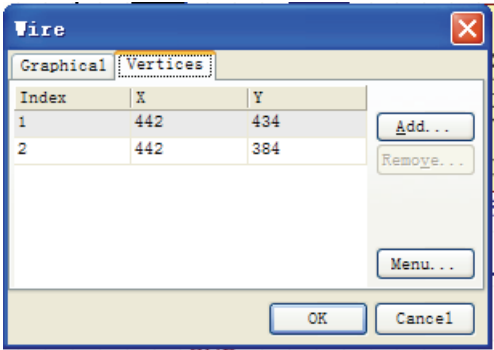

图 7-16 导线属性设置 (顶点的 (Vertices) 选项卡)对话框
(2) 单击顶点的 (Vertices) 选项卡 (以一段有折线的两顶点导线为例), 其导线属性对话框如图 7-16 所示, 在对话框中可以对顶点坐标进行修改。